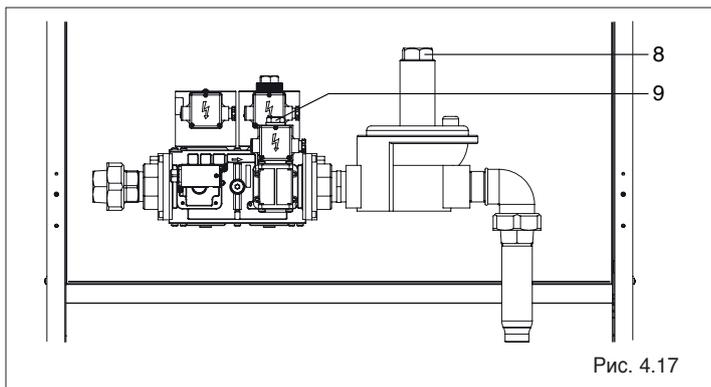

Рис. 4.17
При настройке давлений необходимо строго выполнять определённую последовательность действий, когда сначала регулируется максимальное давление, а затем минимальное (Рис. 4.17):
- Чтобы снизить давление, поверните винт (8, рис. 4.17) против часовой стрелки, чтобы увеличить - по часовой стрелке
- Опломбируйте винт регулятора давления (8) и установите на место пластиковую пробку.
- Оставьте ручку в этом положении и, отвинтив пробку, вращайте винт (9, рис. 4.17), чтобы найти значение минимального давления, приведенное в таблице для данного типа газа: для уменьшения давления вращайте винт (9) по часовой стрелке, для его увеличения - против часовой стрелки.